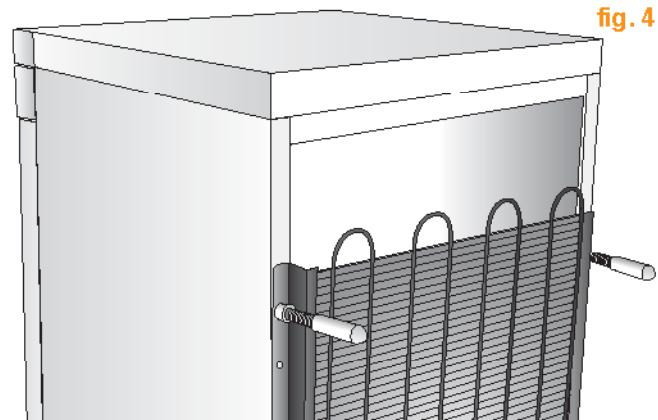

fig. 4
- F) Se l'apparecchio è dotato di distanziatori (Fig. 4) applicateli sulla parte superiore del condensatore posto sulla parete posteriore.
- F) If the refrigerator is supplied with wall spacers fit these to the back side of the appliance at the top of the condenser (fig. 4)
- F) Wenn sich in der Packung Wandabstandhalter (Abb. 4), befinden, sind diese am oberen Teil des Kondensators zu montieren.
- F) Si l'appareil est muni d'entretoises (Fig. 4) montez-les sur la partie supérieure du condenseur (radiateur) placé sur la paroi postérieure.
- F) Si el aparato está provisto de distanciadores (Fig. 4), colocarlos en la parte superior del condensador (radiador) situado en la pared posterior.
- F) Se o aparelho possuir espaçadores (Fig. 4), aplique-os na parte de cima do condensador (radiador), o qual está colocado na parede traseira.